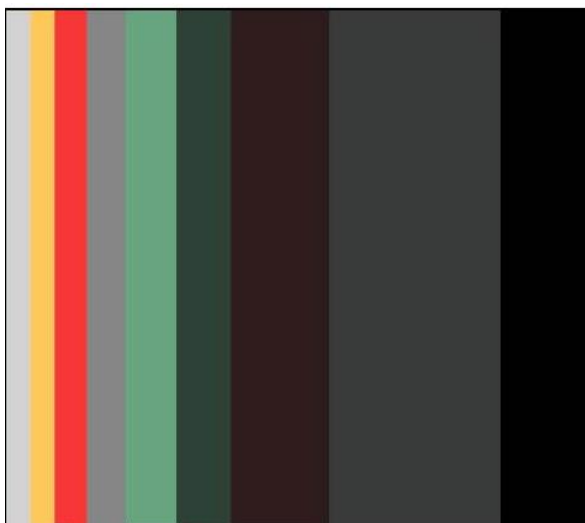

Рисунок 8. Цветовая схема
***Цветовая схема*** должна быть представлена на формате А-4 один лист, техника свободная (рисунок 8). Выкраска – предложение цветовой гаммы